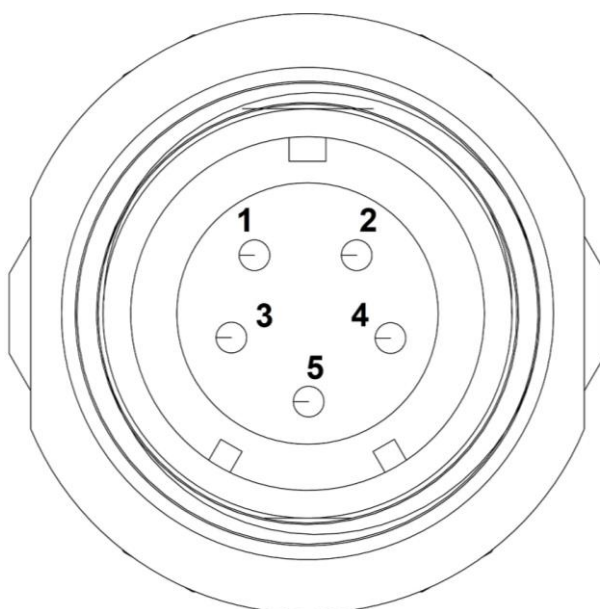
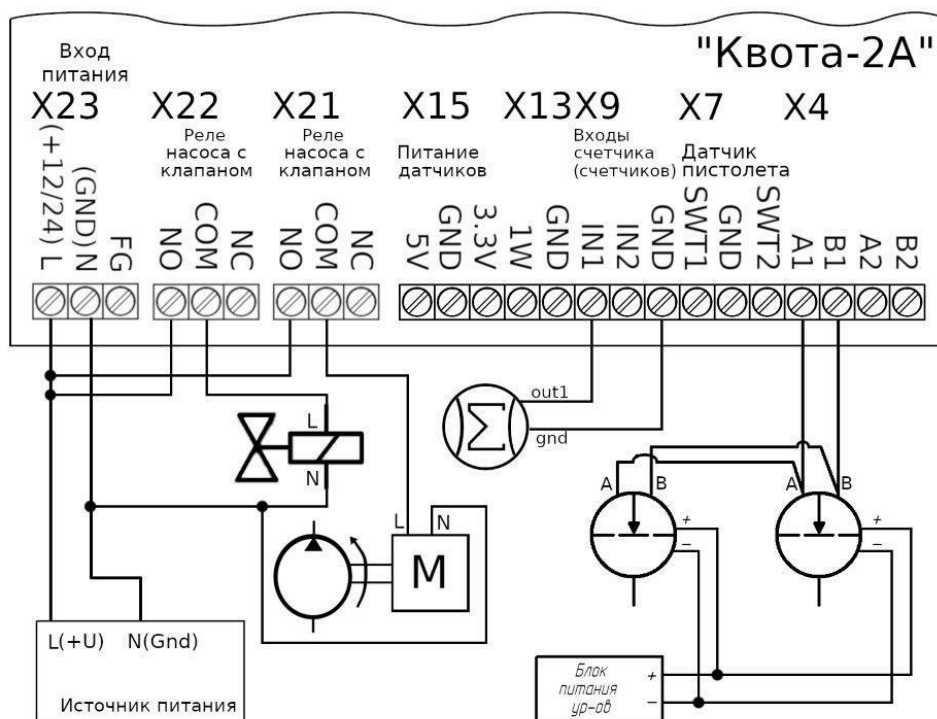

Рисунок 6. Распиновка разъема для подключения ДУТ:
Рисунок 8. Схема подключения исполнительных устройств и ДУТ
3. Подключить ДУТ в соответствии с распиновкой разъема (рисунок 6) и схемой подключения (рисунок 8), рекомендуемая длина провода – не более 15 м;